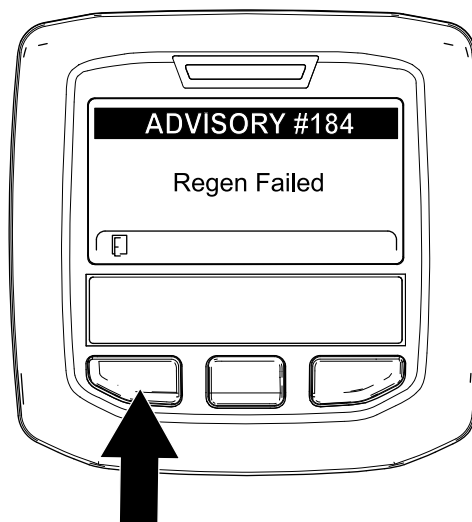

Рисунок 70
**Примечание:** Если регенерацию не удалось завершить, на дисплее инфо-центра появляется информационное сообщение № 184 (Рисунок 70). Для перехода на главный экран нажмите левую кнопку.